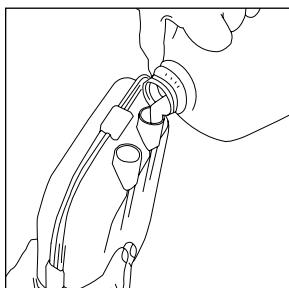
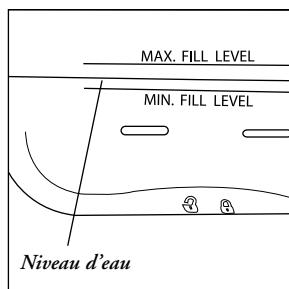

Figure 2
Figure 3
Vérifiez que les six attaches coulissantes sont bien verrouillées (④) et que le joint torique est correctement installé. Maintenez l'humidificateur en position verticale avec les orifices d'entrée et de sortie vers le haut. Versez de l'eau dans les deux orifices (**Figure 2**) jusqu'à ce que vous puissiez voir, sur le dessus du couvercle de l'humidificateur, que le niveau d'eau des deux parties du boîtier se trouve entre les niveaux de remplissage minimum et maximum. Le niveau d'eau doit se stabiliser entre les deux niveaux de remplissage et couvrir toute la longueur des niveaux (**Figure 3**). Vous pouvez aussiremplir l'humidificateur à l'aide d'une quantité d'eau calculée à l'avance, c'est à dire qu'entre 425 et 525 ml d'eau doivent être versés dans chaque orifice.